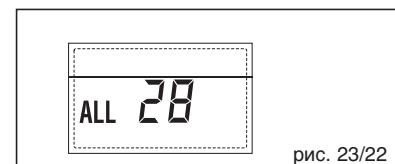

рис. 23/22
- НЕПОЛАДКА КОЛИЧЕСТВА ПОДКЛЮЧЕННЫХ ПЛАТ "ТРЕВ 29" (рис. 23/23)